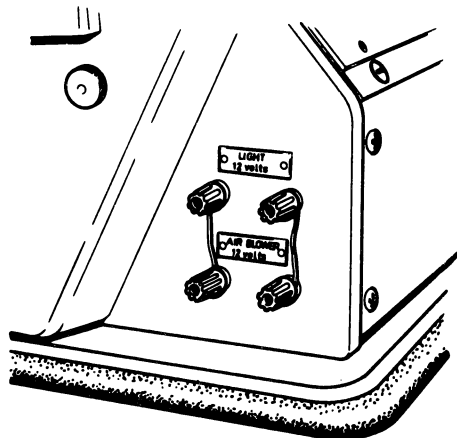

Fig. 1
1. Plaats de rookmeter horizontaal, zet schakelaar (20) op OFF en bedieningsknop (15) op ZERO CHECK. De wijzernaald moet dan 100 H.S.U. aangeven. Zo niet, bijstellen door middel van correctieschroef (23).
2. Verbind de batterijkabels met de aansluitklemmen van lichtbron (2) en aanjager (1). Let op de juiste polariteit: de + kabels moeten op de rode aansluitklemmen worden aangesloten. Bij gebruik van één voedingsbatterij moeten de vier aansluitklemmen worden doorverbonden zoals is aangegeven op fig. 1.
3. Controleer de batterijspanning voor de lichtbron door de rookmeter in te schakelen, i.c. schakelaar (20) op ON en schakelaar (18) op V-TEST te plaatsen. De wijzernaald moet zich dan in het zwarte gedeelte op de schaal bevinden.
4. Controleer de foto-electrische cel door middel van het bijgeleverde filterglas. Verwijder het rechter zijdeksel van het apparaat en bevestig het glaasje tegen het eind van de rookbuis aan de kant van de foto-electrische cel. Breng weer het deksel aan en zet de bedieningsknop (15) op SMOKE-CHECK van de foto-electrische cel. De door de wijzernaald aangegeven waarde mag dan maximaal plus of min 1 H.S.U. (Hartridge rookeenheid) afwijken van de waarde welke op het filterglas staat vermeld.